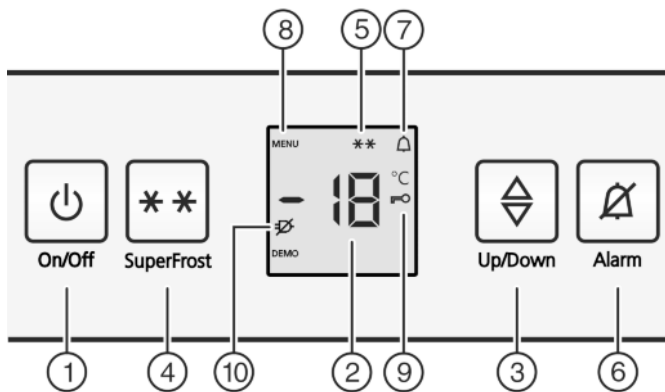

Fig. 2
- ▶ Натисніть клавішу On/Off. Fig. 2 (1).
- ▶ Вмикання режиму налаштування: натисніть кнопку SuperFrost Fig. 2 (4) і утримуйте її приблизно 5 секунд.
- ▷ На індикаторі відображається символ «Меню» Fig. 2 (8).
- ▶ Для підтвердження натисніть і відпустіть клавішу SuperFrost Fig. 2 (4).
- ▷ На індикаторі світиться символ «Захист» Fig. 2 (9).
- ▷ Функцію захисту увімкнено. Якщо необхідно вийти з режиму налаштування: ▶ натисніть і відпустіть клавішу «On/Off» Fig. 2 (1). -або- ▶ Почекайте 5 хвилин.
- ▷ Символ функції захисту Fig. 2 (9) гасне.
- ▷ Функцію захисту вимкнено. Якщо необхідно вийти з режиму налаштування: ▶ натисніть і відпустіть клавішу «On/Off» Fig. 2 (1). -або- ▶ Почекайте 5 хвилин.
- ▶ натисніть сигнальну клавішу Alarm Fig. 2 (6).
Одночасно блимає індикатор температури та символ звукового сигналу Fig. 2 (7).
Звукове попередження вимикається автоматично, символ звукового попередження Fig. 2 (7) вимикається, індикатор температури перестає блимати, коли температура достатньо низька.